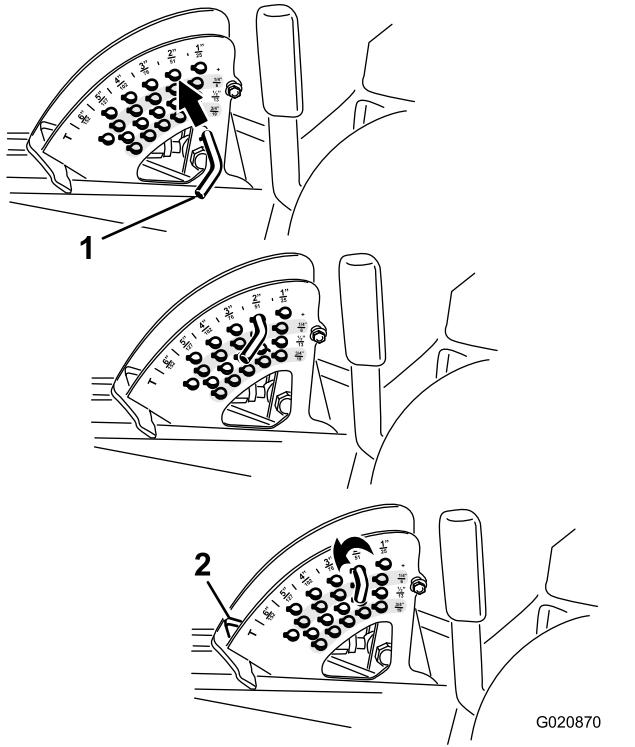

Figura 24
2. Girate la spina di arresto fin quando la spina interna non è allineata con gli intagli previsti nei fori della staffa dell'altezza di taglio, e toglietela (Figura 24).
3. Nella staffa dell'altezza di taglio scegliete un foro corrispondente all'altezza di taglio richiesta, inserite la spina e bloccatela per mantenere questa posizione (Figura 24).
Nota: Vi sono 4 file di fori di posizionamento (Figura 24). La fila superiore fornisce l'altezza di taglio elencata sopra la spina. La seconda fila fornisce l'altezza elencata più 6 mm. La terza fila fornisce l'altezza elencata più 12 mm. La fila inferiore fornisce l'altezza elencata più 18 mm. La posizione di 15,8 cm ha un solo foro, situato nella seconda fila, che non aggiunge 6 mm alla posizione.